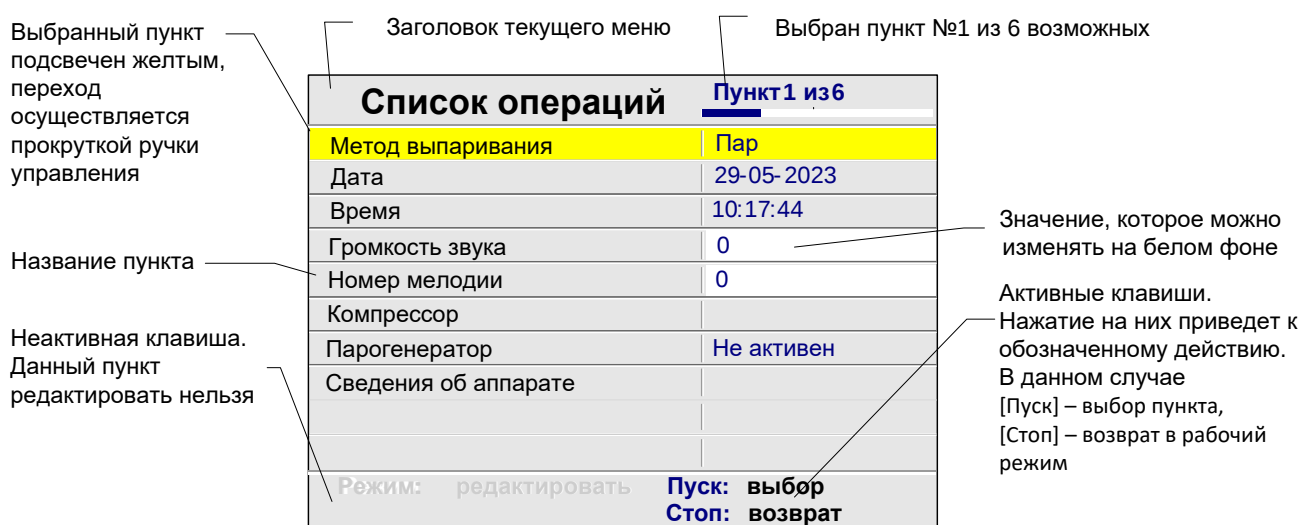

Рисунок 22 - Меню «Настройки»
4.9.1.1 Меню настройки аппарата доступно при выборе режима испытания (п. 3.3.11 настоящего РЭ). Находясь в данном режиме, необходимо нажать кнопку [Режим] (см. рисунок 22).